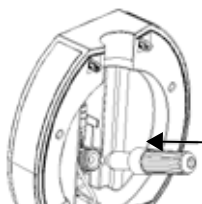

Fig.7
2. Instale un cartucho de CO₂ de 16 gramos en estado como nuevo (fig. 7).